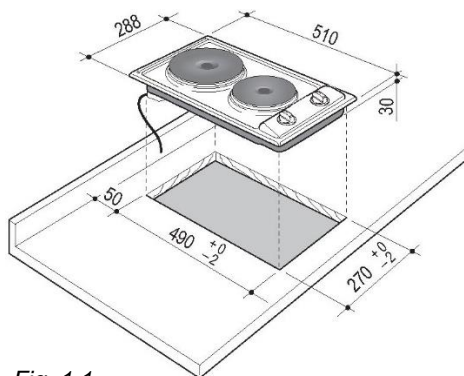

Fig. 1.1
Per installare il piano cottura nel mobile della cucina è necessario un foro delle dimensioni indicate dalla fig. 1.1, tenendo presente quanto segue:
- il piano cottura deve essere mantenuto ad una distanza non inferiore a 50 mm dalla parete posteriore (fig. 1.1);